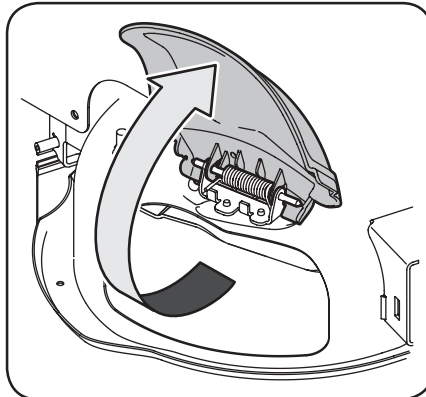

Figure 2-10
2. Soulevez le bouchon de déchiquetage qui se trouve sur le côté de la tondeuse. Voir Figure 2-10.